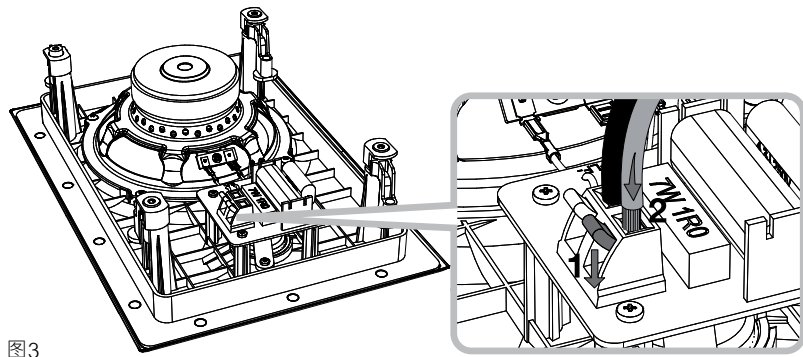

图3
**4.3** 现在请将扬声器接线连接到分频器板上的弹簧接线端。请确保扬声器连接的极性正确：连接到放大器正极端的接线应与扬声器上的红色弹簧接线端连接。同样，连接到放大器负极端的接线应与扬声器上的黑色弹簧接线端连接。图3说明了接线连接过程。